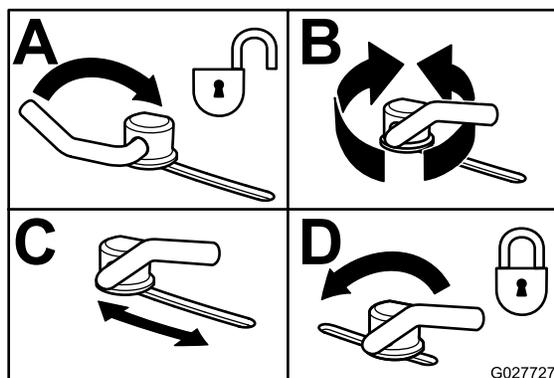

Рисунок 38
3. Чтобы отрегулировать кулачковые зажимы, поверните рычаг вверх, чтобы ослабить их (Рисунок 38).
5. Поверните рычаг в исходное положение, чтобы затянуть дефлектор и кулачковые зажимы (Рисунок 38).